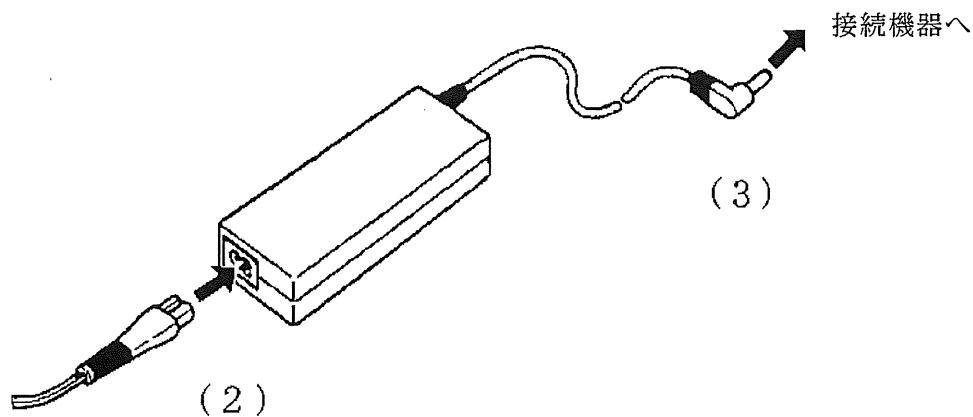

図4-5 ACアダプタ
(2) ACアダプタの接続(図4-5を参照してください)
(図4-5の2)
3. ACアダプタのDCジャックを接続機器(ハンディサーチ/プリンタ)に接続してください。(図4-5の3)